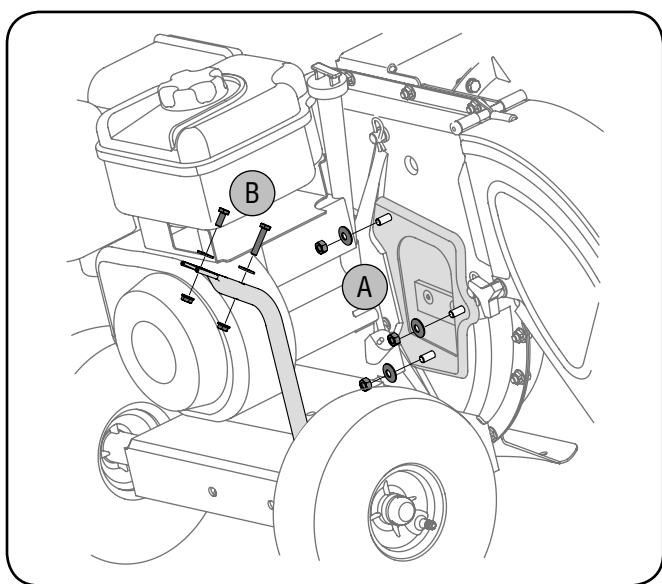

Рис. 3-5
1. Снимите три тарельчатых пружины и шестигранные гайки с приваренных шпилек вокруг отверстия сбоку кожуха крыльчатки. См. рис. 3-5А.
2. Отверните шестигранные болты, плоские шайбы и контргайки с двух отверстий на верхнем конце опорной стойки. См. рис. 3-5В.